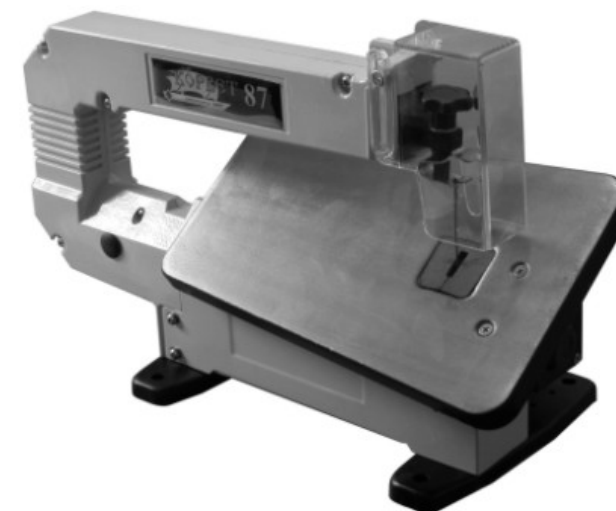

Рис.4
10.1. Рабочий стол устанавливается от 0 до 45 градусов влево, Рис.4.